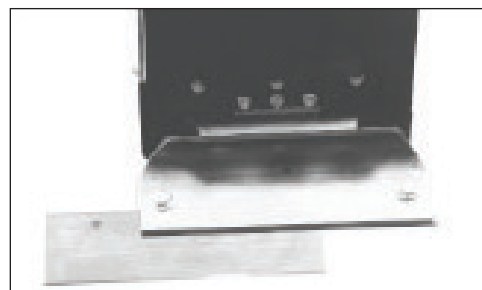

FIG. 6
- Les lames peuvent être décalées dans la tête de coupe pour faciliter l'accès aux plinthes ou pour le retrait le long du mur (Figure 6).